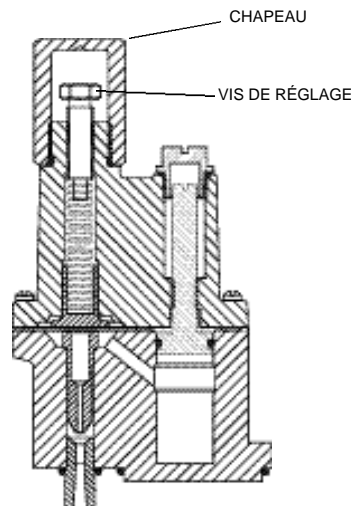

Figure 2.14 Chapeau de l'élément fonctionnel et vis de réglage
- 1: Enlever le chapeau (Fig. 2.14).
- 2: Desserrer la vis de réglage (Fig. 2.14). Le serrage de la vis de réglage dans le sens des aiguilles d'une montre augmentera la pression. Lorsque la vis de réglage est complètement serrée, la pression de décompression est de 207 kPa environ. Les positions entre complètement serrée et complètement desserrée résulteront en des pressions entre 21 kPa et 207 kPa environ.